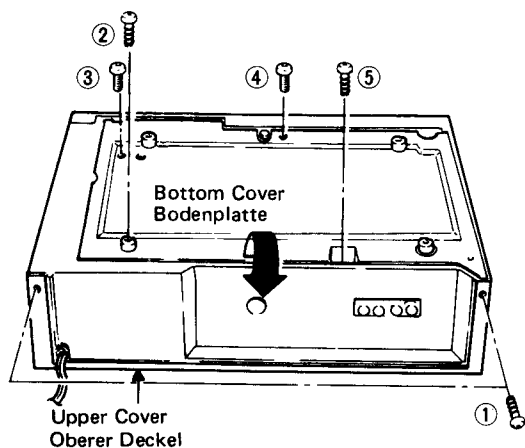

Fig. 1 Abb. 1
DISASSEMBLY**1. How to replace the parts.****(1) Upper Cover (Fig. 1)**
(2) Bottom Cover (Fig. 1)
(4) Front Panel (Fig. 1, 3)
Remove the upper cover and cassette lid. (Fig. 1) Then, remove two screws (6), three screws (7), three screws (8) and one screw (9).
DEMONTAGE**1. Auswechseln von Teilen****(1) Oberer Deckel (Abb. 1)**
(2) Bodenplatte (Abb. 1)
(4) Vordertafel (Abb. 1, 3)
Oberer Deckel und Cassettenfachdeckel entfernen. (Abb. 1) Dann zwei Schrauben (6), drei Schrauben (7) drei Schrauben (8) und eine Schrauben (9) entfernen. Sodann die 11 Verbindungsklemmen und den 1-Stiftstecker abziehen, mit welchen die Haupt-Schaltplatte und die auf der Vordertafel